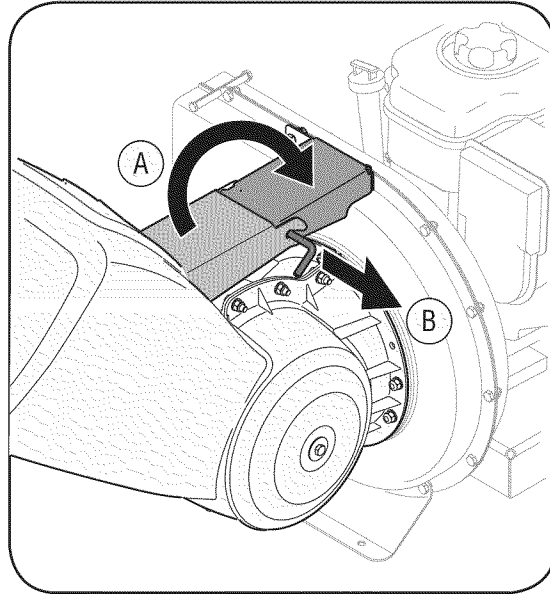

Figura 3-2
- Deslice la varilla de liberación hacia afuera levemente para enganchar el soporte de tolva en la varilla. Vea la Figura 3-2.